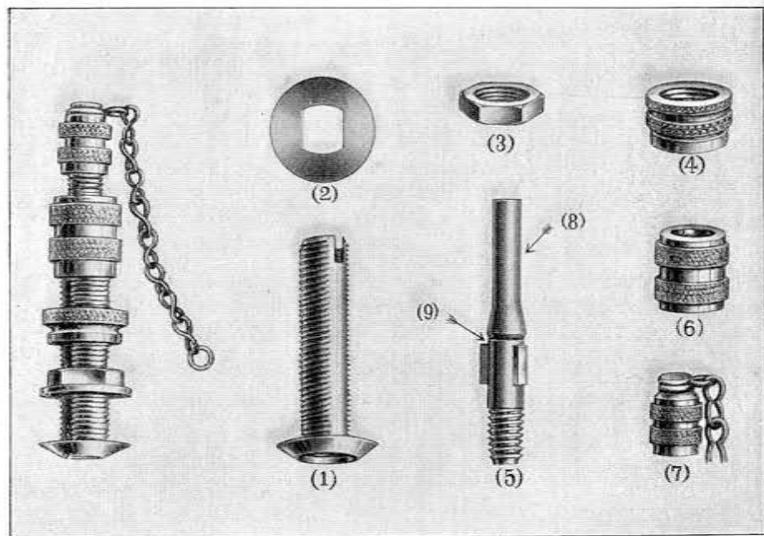

Abb. 67.
Die Pneumatiks werden mit der dem Werkzeug beigegebenen Luftpumpe aufgepumpt. Man nehme zu diesem Zweck den auf dem Ventilkegel (5) — s. Abb. 67 — sitzenden Staubdeckel (7) ab und verschraube das Gewindestück mit der Muffe des Pumpenschlauches. Die nun von der Pumpe eingeführte Luft nimmt ihren Weg durch einen im Ventilkegel befindlichen Kanal, dessen seitliche Mündung von dem Ventilgehäuse (1) aufgenommen wird, das mit dem Luftschlauch in Verbindung steht. Um ein Entwei-